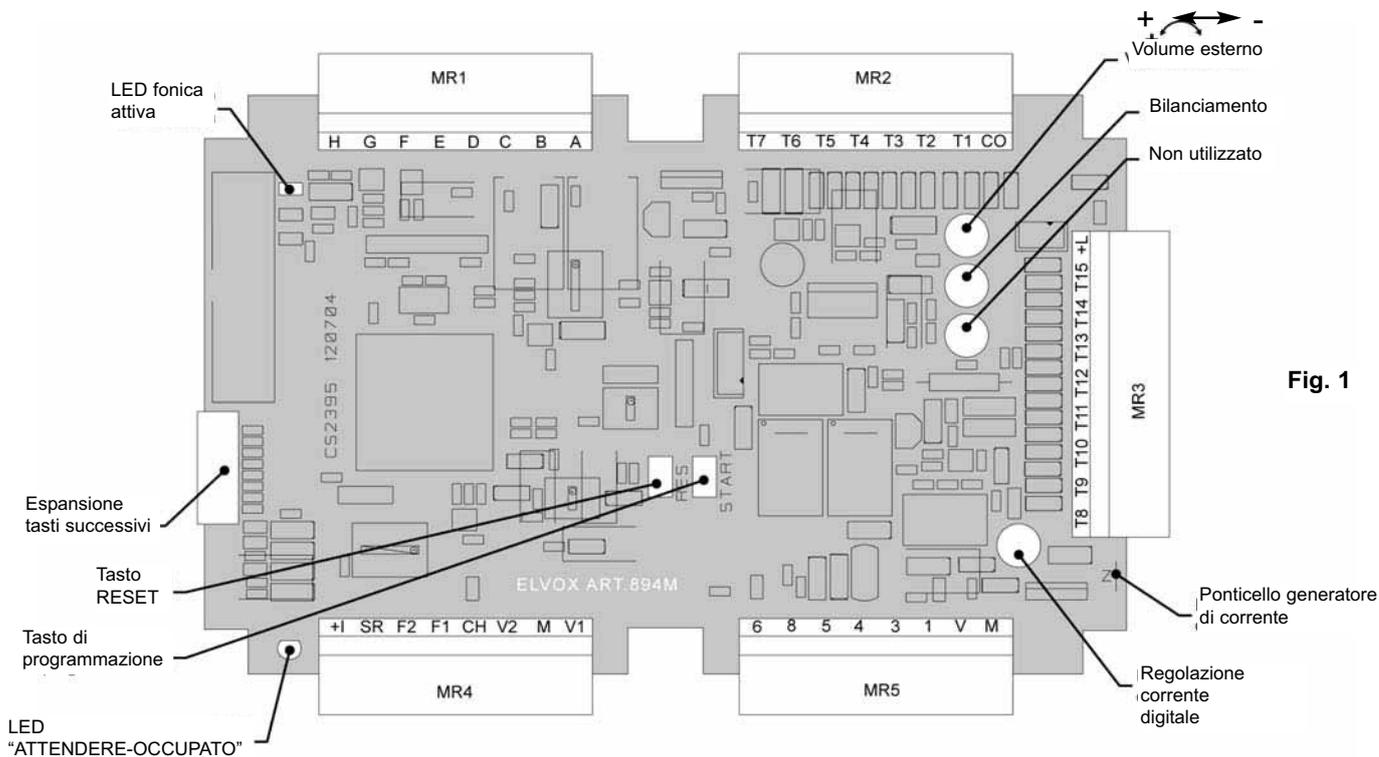

Fig. 1
- I morsetti T1...T15 di MR2-MR3 permettono la connessione verso altrettanti tasti (norm.aperti) connessi tutti verso il medesimo morsetto comune (CO). Alla loro pressione viene, tipicamente, inviata una chiamata verso il citofono con il medesimo numero Digibus (1..15). E' altresì possibile associare ai tasti qualsiasi numero Digibus secondo necessità (nell'intervallo 1..99999999), tramite l'apposita procedura di "associazione tasti" (del tutto analoga a quella della targa tasto singolo art.8843-45).
- LED in alto a SX (Fig.1): Quando acceso segnala che la relativa fonica è accesa (perché caricata da un carico microfonico). In particolare quando lampeggia segnala che la targa è nello stato di conversazione in corso.
- Connettore di espansione per tasti successivi (Fig. 1): permette di collegare i moduli successivi, che consentono di incrementare i tasti collegabili fino ad un max. di 255 tasti.
All'interno l'unità elettronica Art. 894M si presenta con 5 morsettiere (MR1, MR2, MR3, MR4, MR5) (vedi Fig. 1 e 2), un connettore per l'eventuale espansione dei tasti di chiamata. L'unità elettronica da sola può arrivare a connettere fino ad un massimo di 15 tasti. La tabella seguente riporta la descrizione dei morsetti dell'Art. 894M.